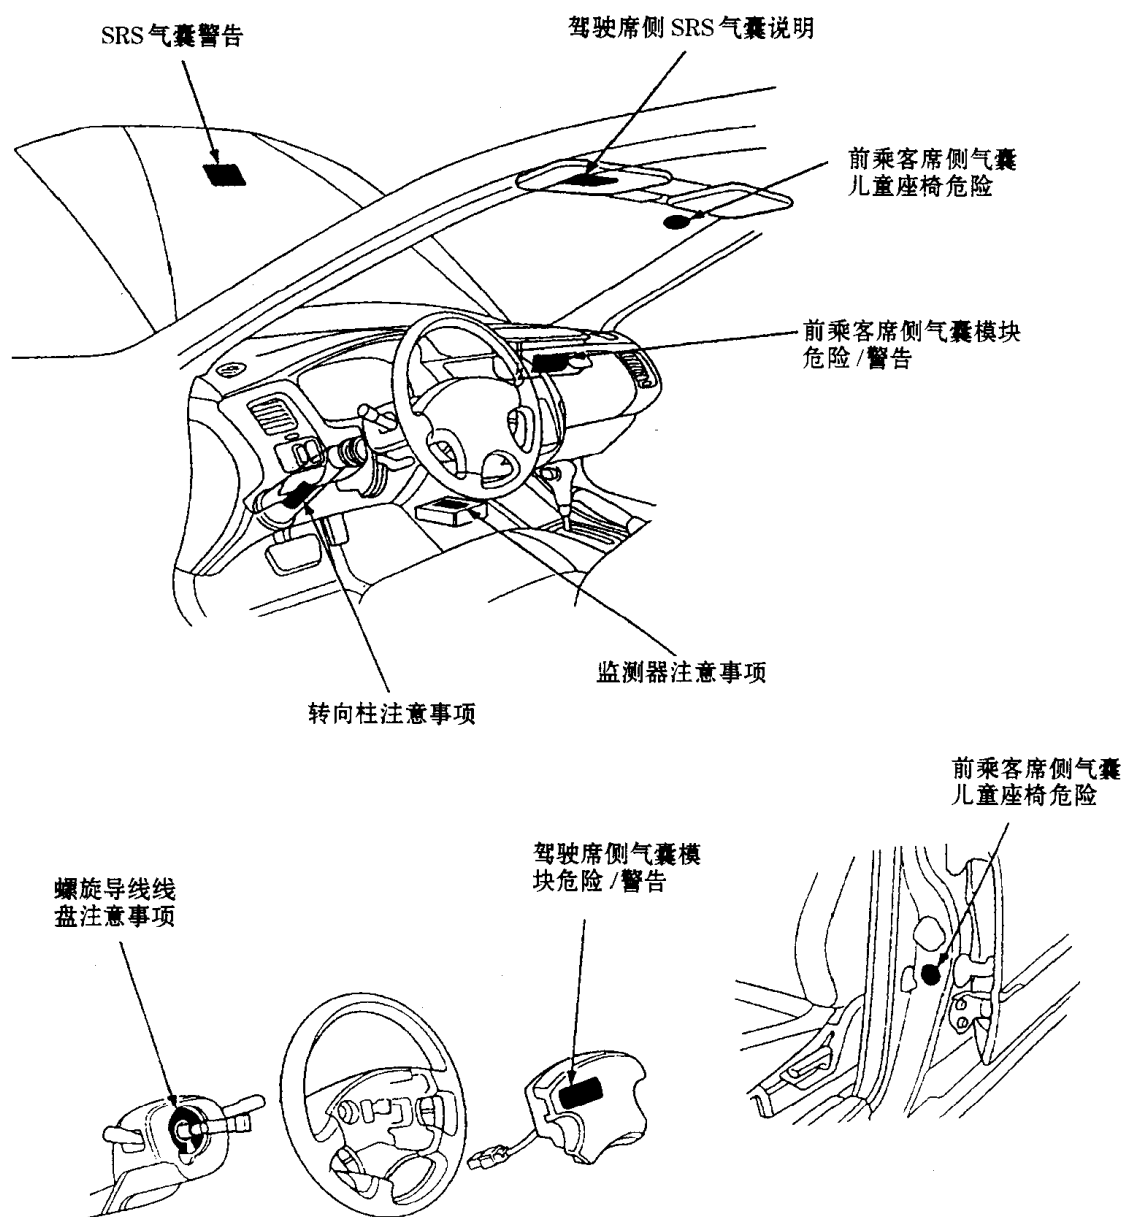

图 1-4 警告及注意事项提示牌的位置图(一).
(1) 发动机起动前检查各处油、水是否符合要求,检查整车装备及轮胎气压。起动后检查各仪表工作情况,各管路有无泄漏,驻车制动及行车制动是否有效。
(2) 行车中检查发动机及传动系有无异响,各仪表是否工作正常。行驶后检查各连接处是否有松动、断裂。
(3) 越野行驶后的检查。在越野行驶后,应对车辆下部加以检查,看轮胎、转向系、制动系、供油系、排气系统有无损坏,紧固件是否松动。还应注意把塞于车辆下部的异物除掉。
(4) 在通过泥泞、砂石地带后,应立即检查并清洗制动鼓、制动摩擦片及车桥上的转向节,以防沙粒引起过度磨损造成汽车突然制动。
(5) 汽车涉水到达干地后,应在行驶中踩几次制动,促使制动片迅速干燥。
(6) 车辆使用过程中使用人员要时刻注意车辆上的各种警告及注意事项提示牌中的警告与提示内容,广州本田雅阁轿车各种警告及注意事项提示牌的位置如图 1-4 和图 1-5 所示。